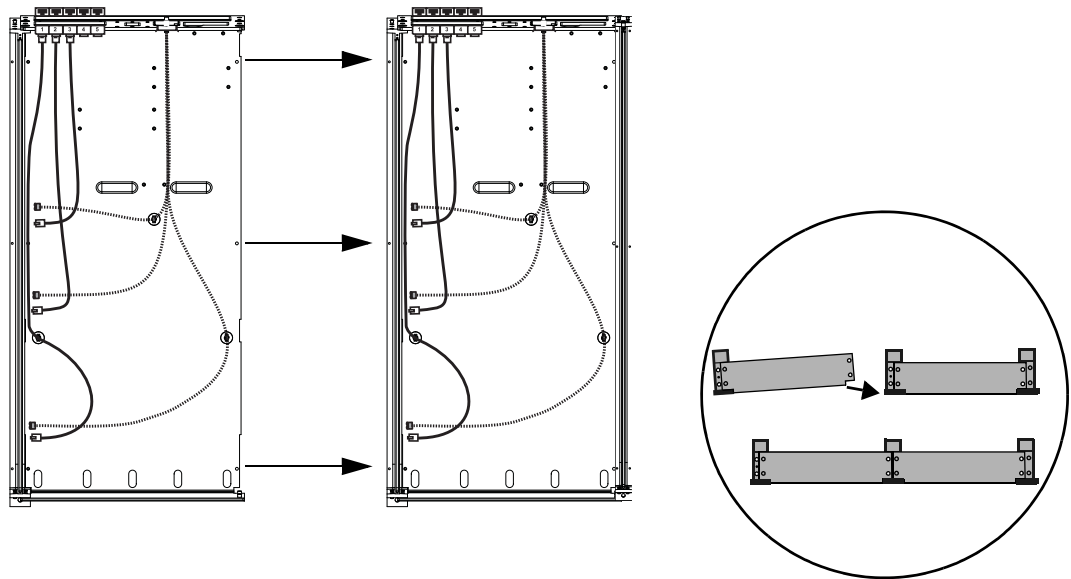

図 17. 最初の2つのシャーシを取り付ける様子を示した上面図（左）と正面図（右）
- 6 次のシャーシを設置します。そのシャーシの底面プレートの右端を、最初のシャーシの左端の上に重ねて固定します（図 17を参照）。